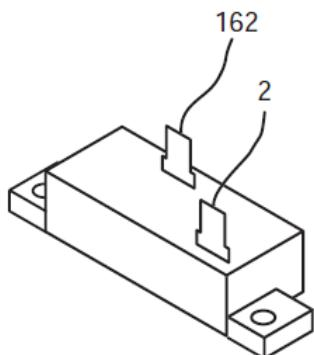

Рисунок 2. Автомат возбуждения
- Отсоединить провод 4 от регулятора напряжения, третья клемма сверху. Смотреть рисунок 2.
7. Отсоединить провод 11 от регулятора напряжения и подсоединить к нему один тестовый провод. Отсоединить провод 22 от регулятора напряжения и подсоединить к нему один тестовый провод. Оба провода расположены на двух верхних клеммах регулятора напряжения, смотреть рисунок 2.